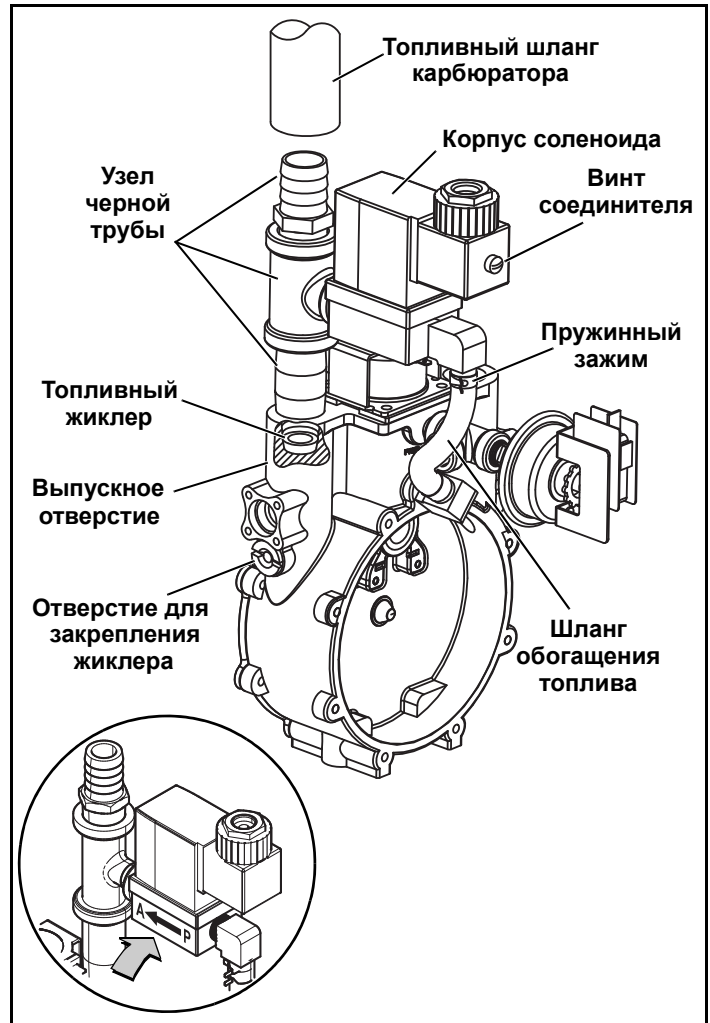

Рис. 2-3. Сборка регулятора подачи
3. Отсоедините топливный шланг карбюратора от выпускного отверстия. См. Рис. 2-3.
ПРИМЕЧАНИЕ. Соленоид следует устанавливать, направив его стрелкой обозначения направления потока на узел черной трубы. См. врезку на Рис. 2-3.